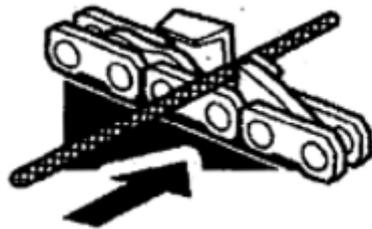

Fig.24
3. Tenez le levier de la lime avec le haut de la dent. Voir la figure 24.